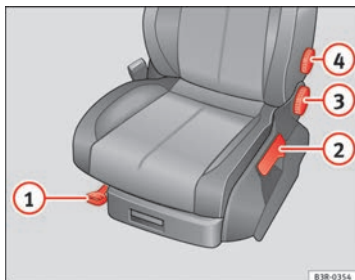

Abb. 103 Bedienelemente am Fahrersitz
- Den Hebel ① ⇒ Abb. 103 hochziehen und den Sitz in die gewünschte Position verschieben.
- Den Hebel ① loslassen und den Sitz weiter schieben, bis die Sitzverriegelung einrastet.
- Den Hebel ② ⇒ Abb. 103 mehrmals nach oben ziehen, bis die gewünschte Position erreicht ist.
- Das Handrad ③ → Abb. 103 drehen, um die Neigung der Lehne entsprechend einzustellen.
- Die Lehne entlasten und das Handrad ④ → Abb. 103 drehen, um die Lendenwirbelstütze einzustellen.